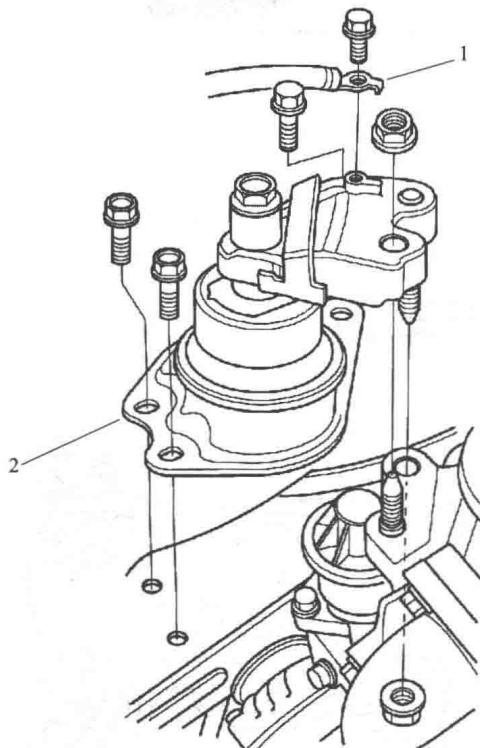

图 1-1-4
(11) 在油底壳下放置一个千斤顶和木块，以支撑发动机。
(12) 拆下搭铁电缆 1，然后拆下发动机侧支座/托架总成 2，如图 1-1-4 所示。